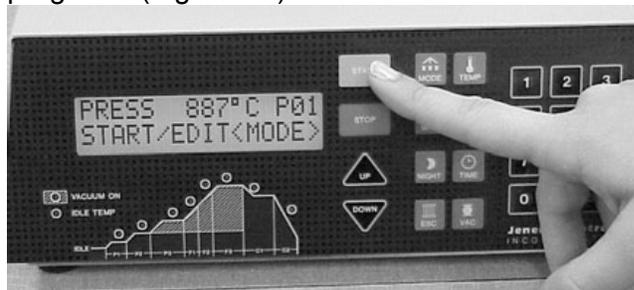

Figura 4A. Presione la tecla **START**
3. Presione la tecla **"START"** para ejecutar el programa (Figura 4A).